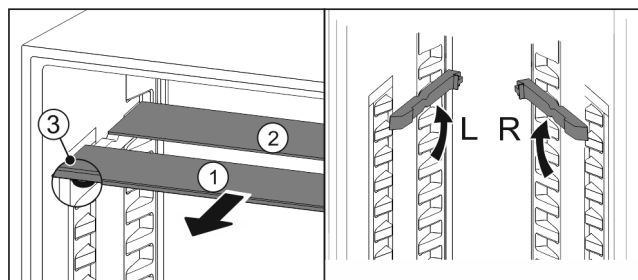

Fig. 81
- ▶ 将玻璃隔板逐个向前拉出 Fig. 81 (1)。
- ▶ 带装饰条的玻璃隔板 Fig. 81 (1)在前。
- ▶ 阻挡装置 Fig. 81 (3)指向下方。